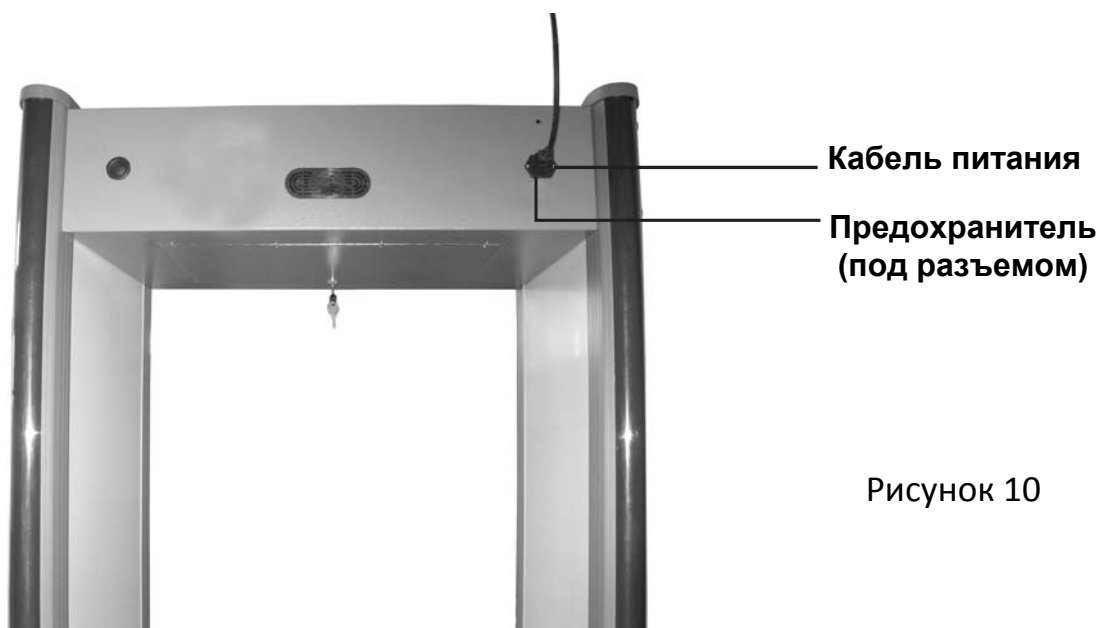

Рисунок 10
1. Поставьте металлодетектор вертикально. Подключите кабель питания к разъему на задней стороне блока управления (рисунок 10). Подключите кабель питания к стандартной (ЕВРО) розетке, имеющей провод заземления.